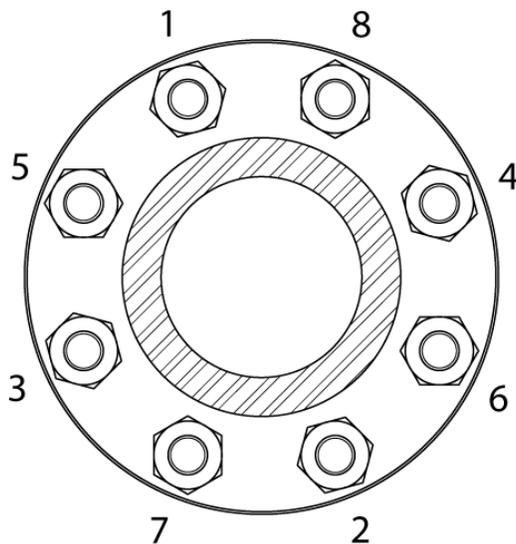

图 2-4. 螺栓拧紧顺序（8 螺栓法兰）
2. 在第一轮中，按照图 2-4 中的顺序将螺栓拧紧到建议扭矩的 25%。
3. 在第二轮中，按照图 2-4 中的顺序将螺栓拧紧到建议扭矩的 75%。
4. 在第三轮中，按照图 2-4 中的顺序将螺栓拧紧到建议扭矩的 100%。